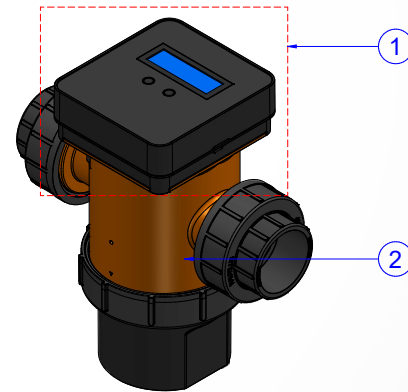

Figura 3
**1. Painel de Controle:** Constituído de um microcontrolador e tela LCD (**Item 1- Figura 3**).
**2. Célula Eletrolítica:** É a parte principal do equipamento (**Item 2-Figura 3**), que será instalada na linha de retorno do sistema de filtração, diretamente no retorno do filtro ou em um sistema "by-pass", dependendo da vazão do sistema de filtração. A célula é responsável por transformar o sal contido na água da piscina em cloro, mantendo a água sempre saudável e livre de bactérias, vírus e outros microrganismos.